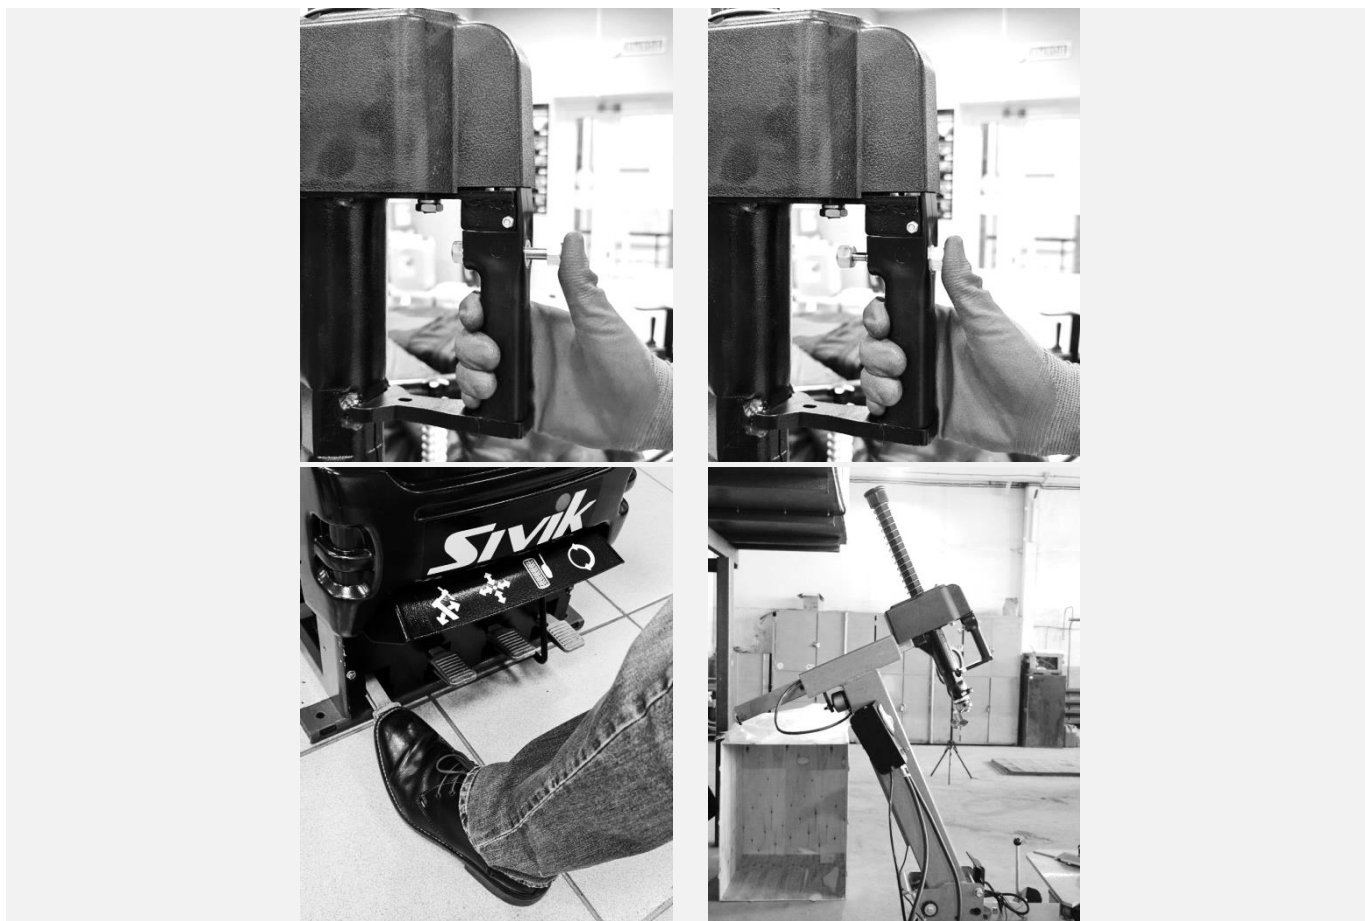

Рисунок 40
**9.3.2** Перевести монтажную головку в верхнее положение, нажав кнопку фиксатора монтажной головки. Откинуть монтажную колонну, нажав (см. Рисунок 40).